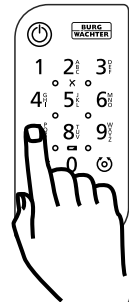

Abb. 2
- 2 Geben Sie Ihren Administrator- oder Benutzercode ein und prüfen Sie, ob der Zylinder aktiviert wird (Abb. 2).